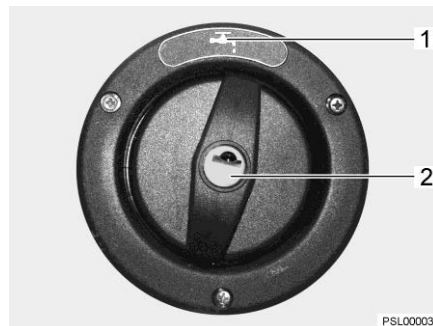
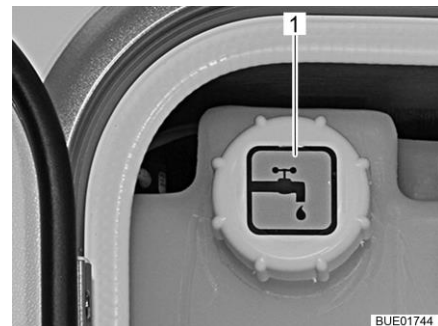

Bild 249 Trinkwasser-Einfüllstutzen in Seitenwand des Fahrzeugs
Bild 250 Trinkwassereinfüllstutzen in Service-Unit (Alternative)
Der Trinkwasser-Einfüllstutzen ist mit dem Symbol "☕" (Bild 249,1 oder Bild 250,1) gekennzeichnet und ist entweder in die Seitenwand des Fahrzeugs oder in die Service-Unit eingebaut.
- Schlüssel in Schließzylinder (Bild 249,2) stecken und eine viertel Umdrehung entgegen dem Uhrzeigersinn drehen.